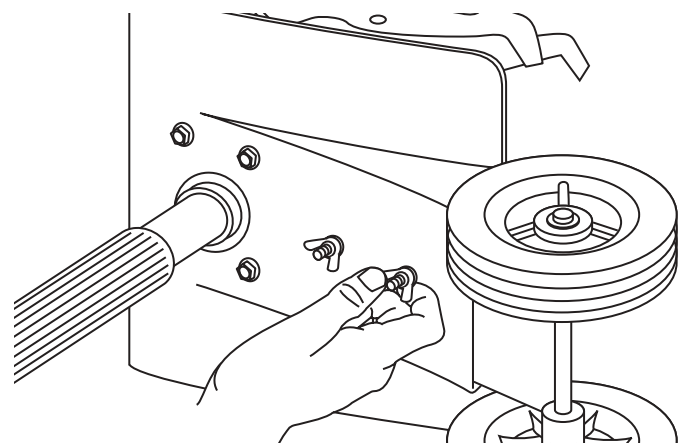

Figure 3
4. Verifique que el hombro cuadrado de los pernos haya atravesado los orificios ranurados del soporte de la rueda. Ajuste las tuercas de mariposa (Fig. 3).